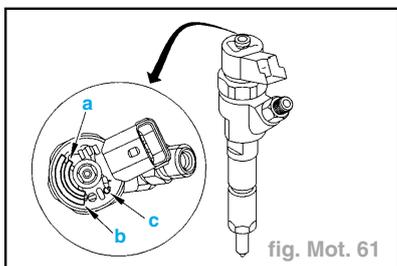

fig. Mot. 61
- Marquage d'identification (fig. Mot. 61) :